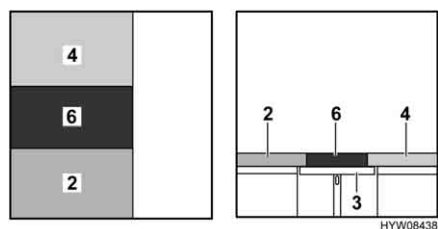

Fig. 63 Dopo la trasformazione
- Posizionare il cuscino aggiuntivo (Fig. 63,6) tra i cuscini del divano sul tavolo.